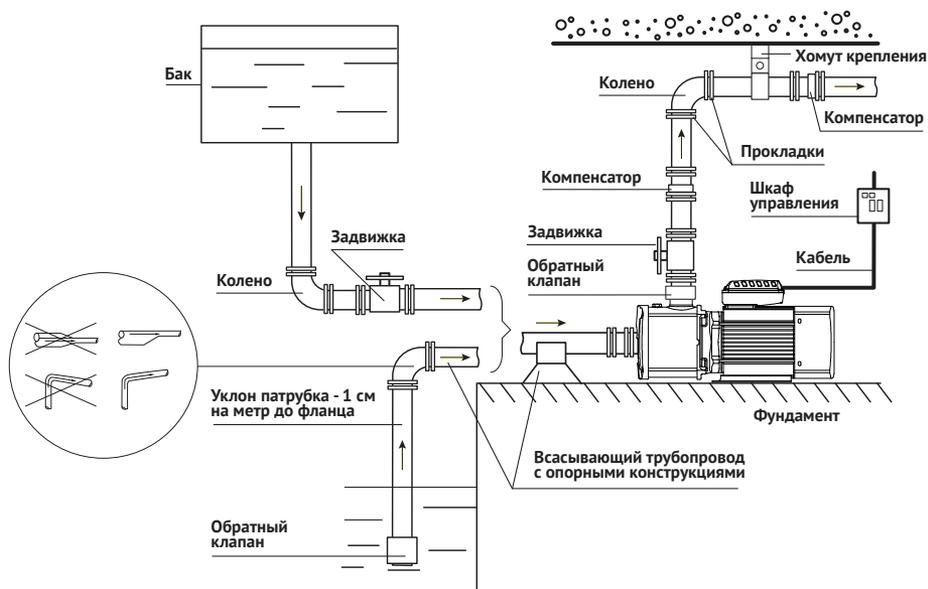

Рисунок 11 – Типовая схема монтажа
- 1 Для всасывающего трубопровода (см. рисунок 11) следует использовать жесткие металлические или пластиковые трубы. Также рекомендуется использовать гибкие металлорукава или вставки (компенсаторы), чтобы избежать передачи вибраций от насоса к трубам и наоборот.
- 1 Внутренний диаметр напорного трубопровода (см. рисунок 11) должен соответствовать внутреннему диаметру напорного патрубка насоса.